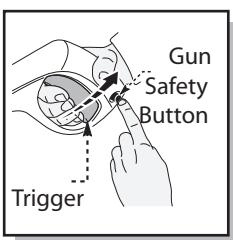

Fig. 5
- Pour verrouiller la détente du pistolet à peinture vise le fusil loin de vous et pousse le bouton de serrure de la droite pour partir, (la fig. 5), après avoir fait alors, la pression ou tire la détente pour s'assurer qu'il est verrouillé et ne se déplacera pas. Entrer l'habitude de partir le bouton de serrure dans la position « fermée à clef » quand la rondelle de pouvoir n'est pas dans l'usage. Ceci garantit le fusil est dans le mode « sûr » jusqu'à ce que c'est prêt pour l'usage.